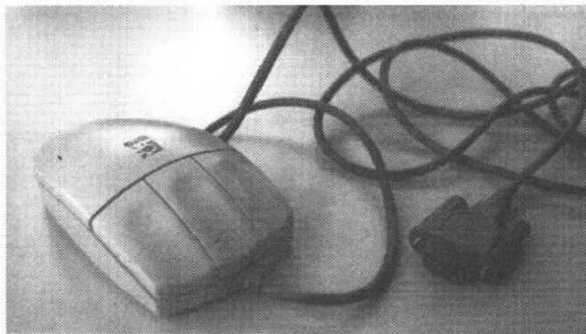

图 1-11 COM PORT 鼠标及接头
5. COM PORT: 有 COM1 及 COM2 两个, 外形都是 D 形的公插座, 可避免接错。通常 COM1 为 9 PIN 而 COM2 为 25 PIN, COM1 常用来接 COM PORT 鼠标, COM2 常用来接调制解调器。有些 ATX 主板的 COM1 及 COM2 都使用 9 PIN 的插座。如图 1-11 所示。